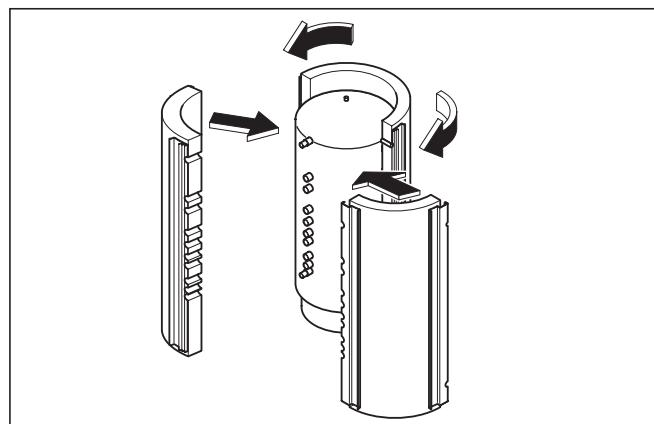

Abb. 4.4 Isolierschalen anbringen
- Wickeln Sie die große (vordere) Isolierschale, wie in Abb. 4.4 gezeigt, von vorne um den Multifunktionsspeicher.